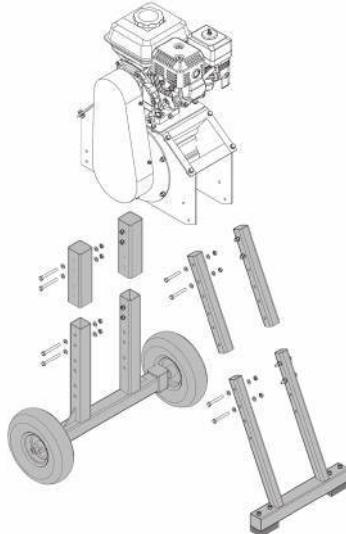

Рис. 6 Схема сборки измельчителя
- Установите измельчитель на колёса и опоры, как показано на Рис. 6. Сначала закрепите на корпусе измельчителя стойки кронштейна колёс и передней опоры. Далее установите измельчитель на колёса, затем установите переднюю опору (Рис. 6).